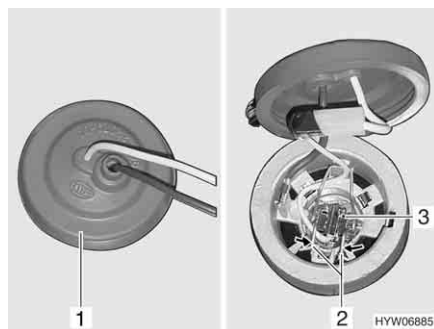

Fig. 287 Projecteur antibrouillard
- Retirer le capuchon en caoutchouc (Fig. 287,1) du boîtier de la lampe situé à l'arrière du projecteur antibrouillard.
- Basculer l'étrier métallique (Fig. 287,2) et le décrocher du support.
- Retirer l'ampoule (Fig. 287,3) et le câble du boîtier de la lampe.